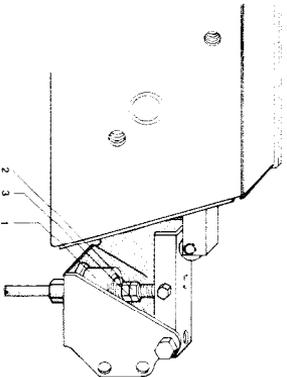

Fig. 58
Dans le cas où le vérin hydraulique (fig. 58/1) ne mettrait pas en action le boîtier programmeur, procéder aux réglages suivants, le piston du vérin entièrement sorti:
- Desserrer le contre-écrou (fig. 58/2).
- Tourner l'écrou (fig. 58/3) à gauche jusqu'à ce que le boîtier programmeur s'enclenche de manière audible; effectuer encore deux rotations à gauche avec l'écrou puis le bloquer à l'aide du contre-écrou.
- Serrer à fond le contre-écrou (fig. 58/2).